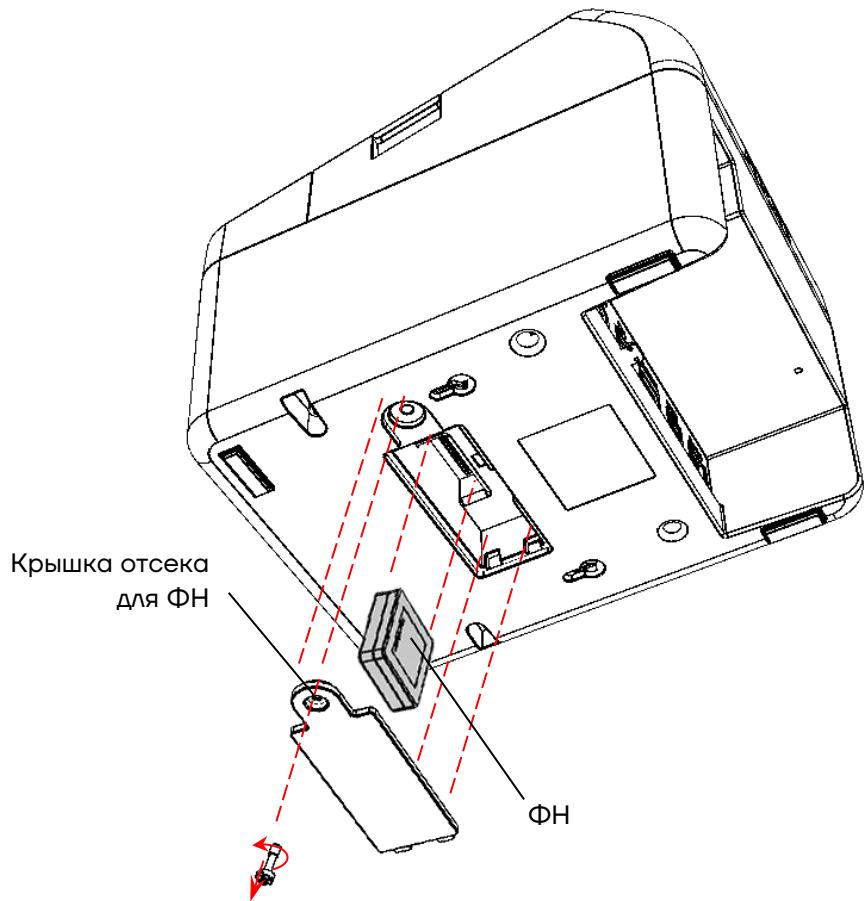

Рисунок 6. Извлечение фискального накопителя из отсека
- 1 Открутить винт крепления крышки отсека для ФН, отделить крышку. Затем извлечь ФН (см. рисунок 6).
- 3** Открутить винт крепления крышки отсека для ФН, отделить крышку. Затем извлечь ФН (см. рисунок 6).